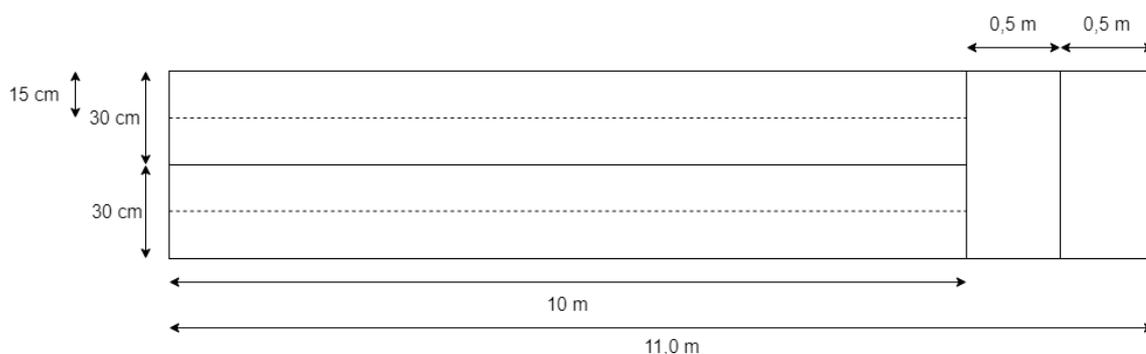

Figura 4: Dimensões aproximadas da pista de competição (figura não à escala)
1. A pista onde se desenrolará a competição (ver Figura 4) será construída num local com solo rígido e, tanto quanto possível, plano e isento de irregularidades.